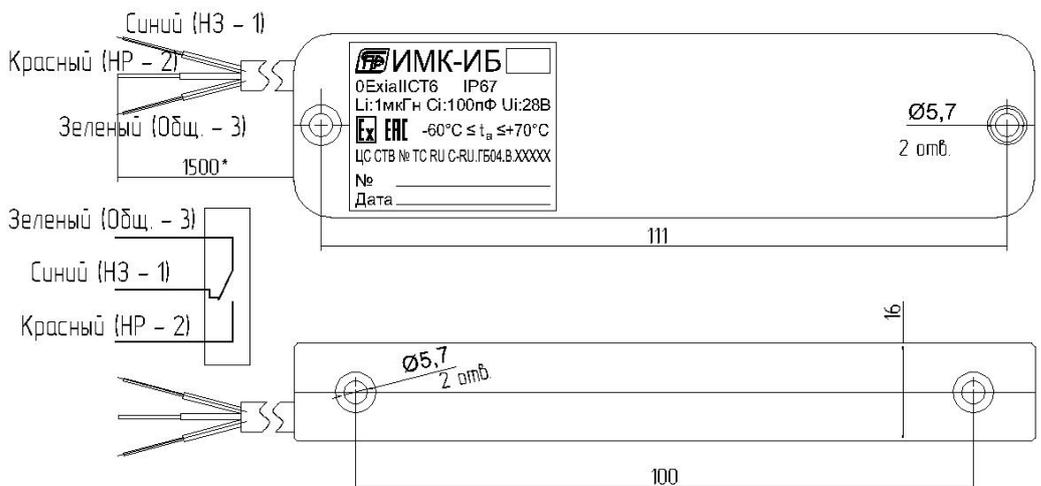

Рис.4.2 Внешний вид исполнительного блока
4.2 Внешний вид исполнительного блока изображен на Рис. 4.2.
Подключение к исполнительному блоку осуществляется согласно данных рис.4.2.